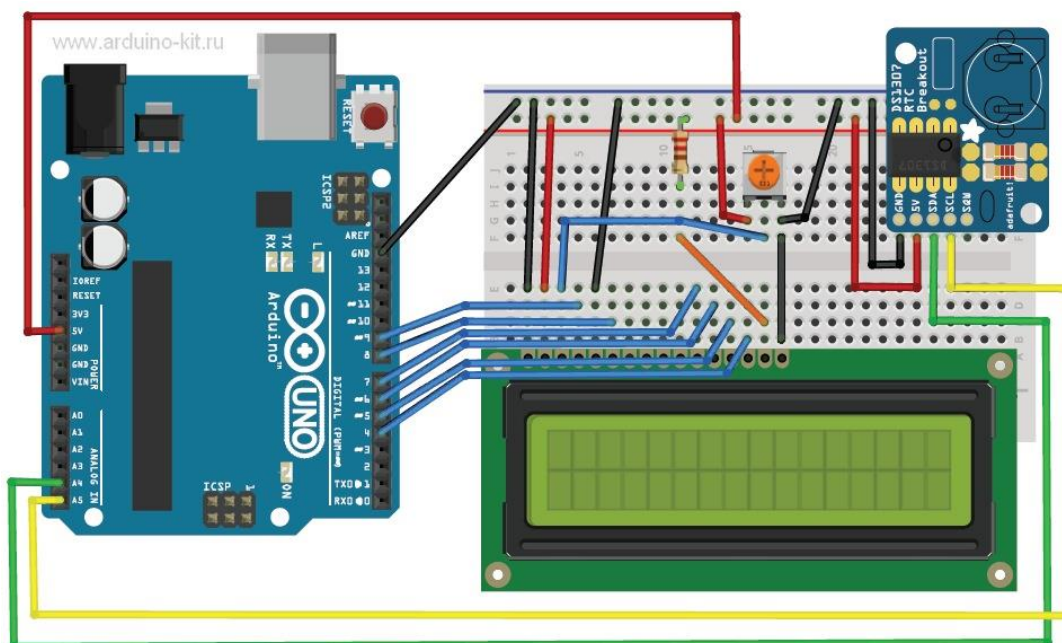

Рис. 26.1. Схема подключения модуля DS1307 и WH1602 к Arduino
Вывод SDA часов подключается к выводу SDA контроллера. SCL часов – соответственно, к SCL контроллера. В нашем эксперименте мы будем выводить дату и время, получаемые с микросхемы DS1307, на экран LCD индикатора WH1602. Схема подключения показана на рис. 26.1.
1. Подключаем модуль DS1307 и ЖКИ к плате Arduino по схеме на рис. 26.1.